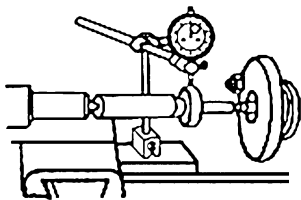

图 1-2-18 用百分表测量圆跳动
(1) 使用前,应检查测量杆移动的灵活性。
(2) 使用百分表时,必须把它固定在可靠的夹持架上,夹持架要安放平稳,以免使测量结果不准确或摔坏百分表。
(3) 用百分表测量零件时,测量杆必须垂直于被测表面,使测量杆的轴线与被测量尺寸的方向一致,否则将使测量杆活动不灵活或使测量结果不准确。
(4) 测量时,不要使测量杆的行程超过它的测量范围;不要使测量头突然撞在零件上;不要使百分表受到剧烈的振动和撞击,亦不要把零件强迫推入测量头下,免得损坏百分表的机件而失去精度。
(5) 用百分表校正或测量零件时,如图 1-2-18 所示。应当使测量杆有一定的初始测力,即当测量头与零件表面接触时,测量杆应有 0.3~1 mm 的压缩量,使指针转过半圈左右,然后转动表圈使表盘的零位刻线对准指针。轻轻地拉动手提测量杆的圆头,拉起和放松几次,检查指针所指的零位有无改变。在指针的零位稳定后,再开始测量或校正零件的工作。如果是校正零件,此时开始改变零件的相对位置,读出指针的偏摆值,就是零件安装的偏差数值。